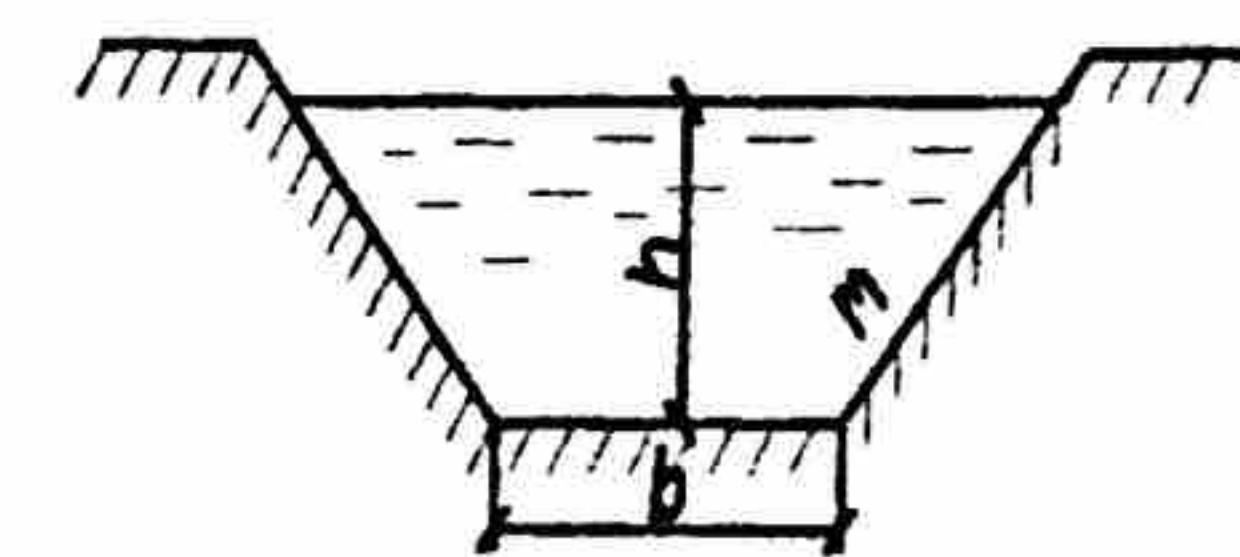

Рис.22
25. Определить расход воды Q и среднюю скорость её течения v в трапециoidalном канале, если ширина его по дну b , глубина воды в нем h , продольный уклон канала i , коэффициент заложения откосов m . Значение коэффициента шероховатости дна и откосов $n = 0,015$ (рис. 22).